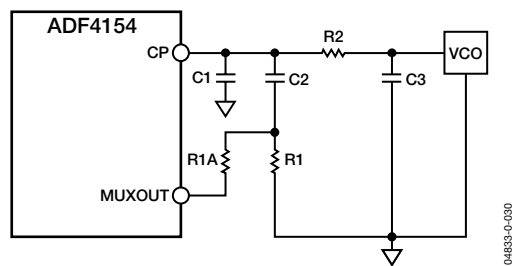

図23. 高速ロック・ループ・フィルタ回路2
2. 追加の抵抗 (R1A) を使用します。図23に示すように、R1AをMUXOUTに直接接続します。追加の抵抗の値は、これとダンピング抵抗を並列に接続したときの値が、R1のみを使用したときの値の1/4になるように設定します (図23を参照)。